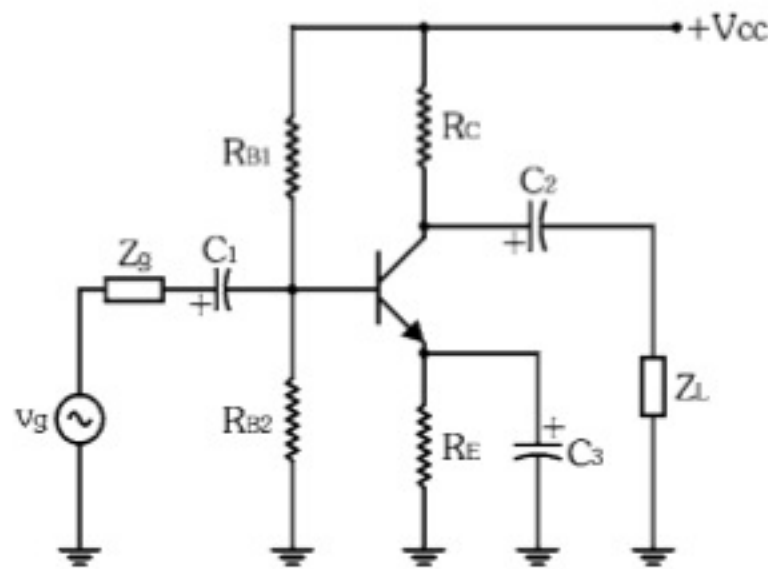

Figura 7.45 - Amplificador de pequenos sinais.
7.3) Identifique a função dos capacitores  $C_1$ ,  $C_2$  e  $C_3$  no circuito da Figura 7.45.